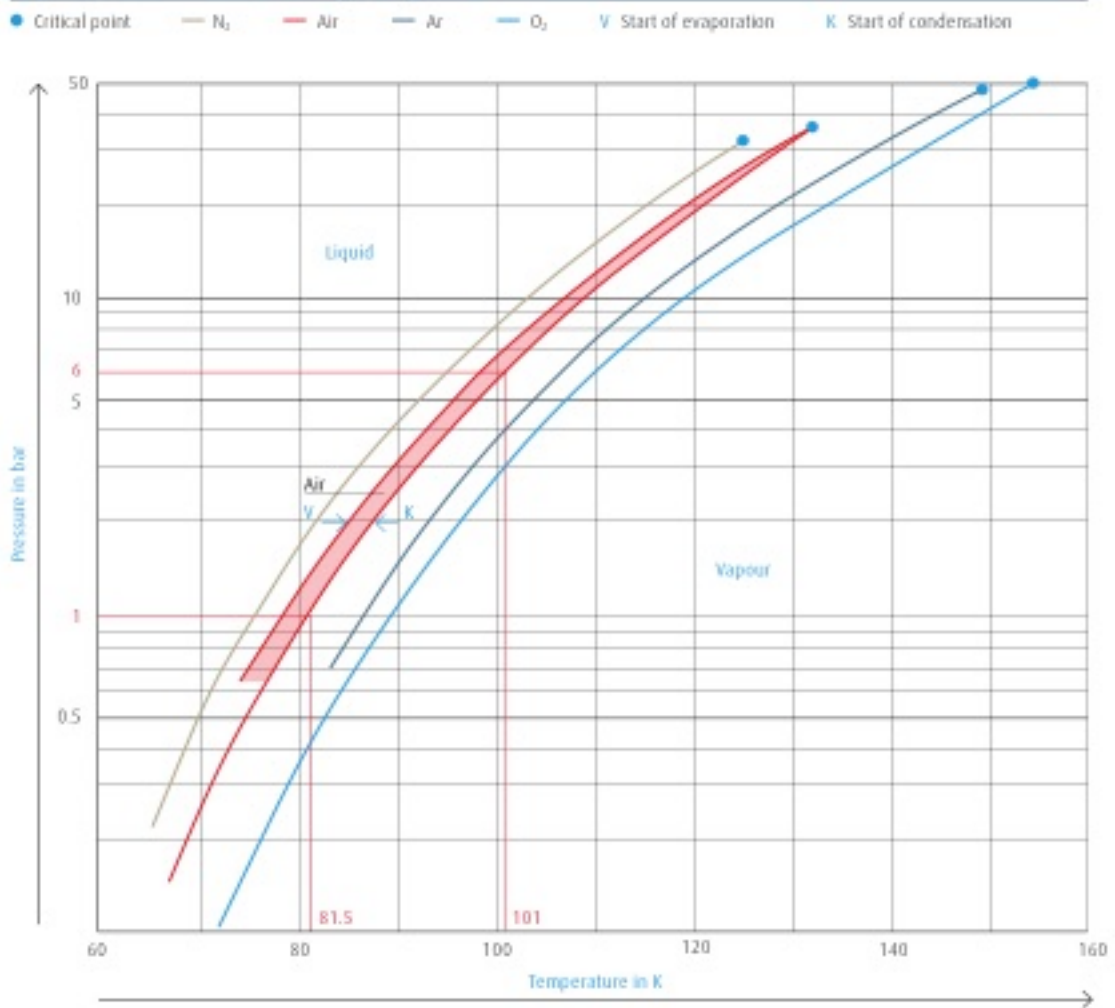

Figure 2 : courbe de saturation des principaux constituants de l'air
Dans cette usine, l'air est dans un premier temps filtré puis refroidit au contact de l'eau (ce qui permet aussi de retirer les principaux contaminants). L'air est ensuite purifié dans un lit absorbant (qui assèche l'air et retire les éventuelles impuretés encore présentes) puis la majeure partie (~93%) est envoyée dans la partie inférieure (MP) de la colonne de distillation. L'autre partie (~7%) après une étape de compression-refroidissement-détente (Booster Expander) est envoyée dans la partie supérieure (LP) de la colonne de distillation. La partie Booster Expander produit le froid nécessaire au bouclage du bilan thermique de la colonne de distillation. On donne, figure 2, les courbes de saturation des gaz principaux de l'air.